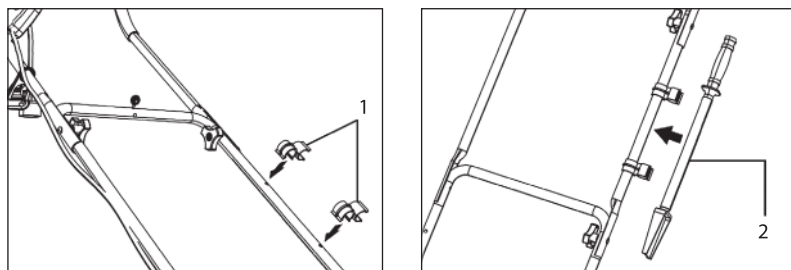

Рис. 3
3. Установите на среднюю стойку зажимы для крепления скребка (1) (рис. 3). Зафиксируйте скребки (2) (для арт. 97629).